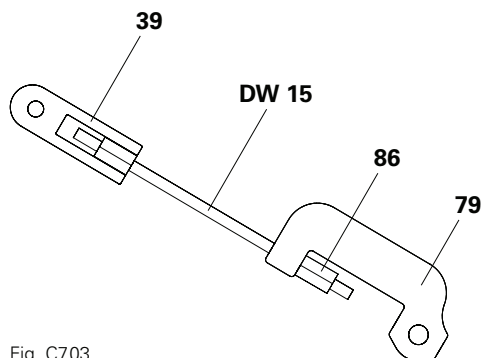

Fig. C7.03
3. Avvitare insieme le unità di serraggio composte da occhiello di serraggio di carico H DW 15 (**39**), tirante DW 15, tenditore articolato RCS (**79**) e dado esagonale DW 15 (**86**). (Fig. C7.03)